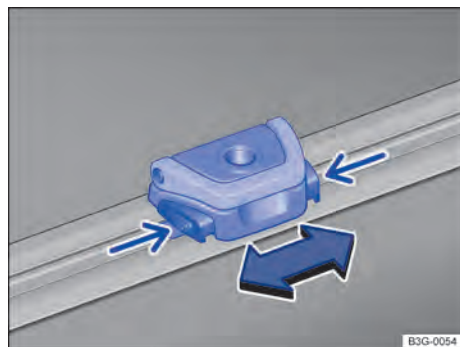

Fig. 207 No compartimento de bagagem: olhais de amarração deslizantes.
Dependendo da versão, encontram-se no compartimento de bagagem olhais de amarração longitudinalmente deslizante → Fig. 207 para fixação de objetos soltos e de volumes de bagagem com o auxílio de cordas de amarração, cintas de fixação ou cintas tensoras.
- Pressionar os botões dos olhais de amarração → Fig. 207 (setas pequenas) ao mesmo tempo, e mantê-los pressionados.
- Posicionar os olhais de amarração na posição desejada sobre os trilhos e soltar os botões → Fig. 207 (pequena seta).
- Deslocar os olhais de amarração no sentido desejado → Fig. 207 (seta) e soltar novamente os botões na posição desejada.
- Rebater a braçadeira do olhal de amarração → Fig. 207 para cima e fixar a carga.